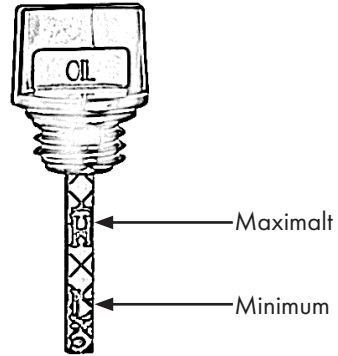

Bild 17
- Läs av oljenivån, se även bild 17.
Det måste finnas en oljefilm mellan den övre och den nedre markeringen. Om det inte finns någon oljefilm är oljenivån för låg, bild 17. Fyll på med mer olja. H-High står för maximum. L-Low står för minimum.